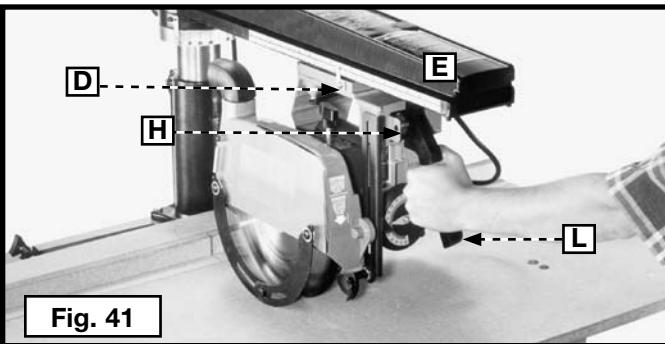

Fig. 41
4. En tenant toujours fermement la poignée de la tête de coupe (L) Figure 41, desserrer le bouton de serrage de la tête de coupe et tirer doucement la tête de coupe (D) Figure 41 vers l'avant du bras (E) jusqu'à ce qu'elle s'arrête. Éteindre l'outil.